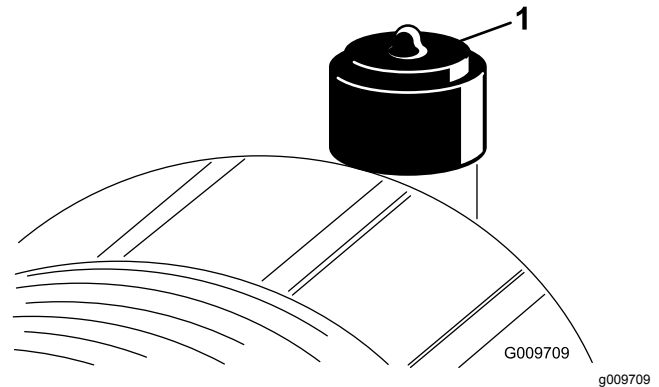

Figura 26
Faça a manutenção ao filtro de ar apenas quando o indicador de serviço (Figura 26) o exigir. Mudar o filtro de ar antes de ser necessário apenas aumenta a possibilidade de entrar sujeira no motor quando se retira o filtro.
6. Reinicie o indicador (Figura 26) se este se apresentar vermelho.